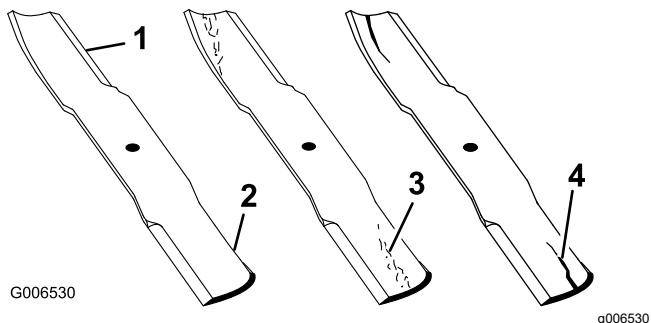

Figura 80
1. Ispécione as extremidades de corte (Figura 80).
4. Se verificar quaisquer fissuras, desgaste, ou a formação de ranhuras nesta área instale imediatamente uma lâmina nova (Figura 80).